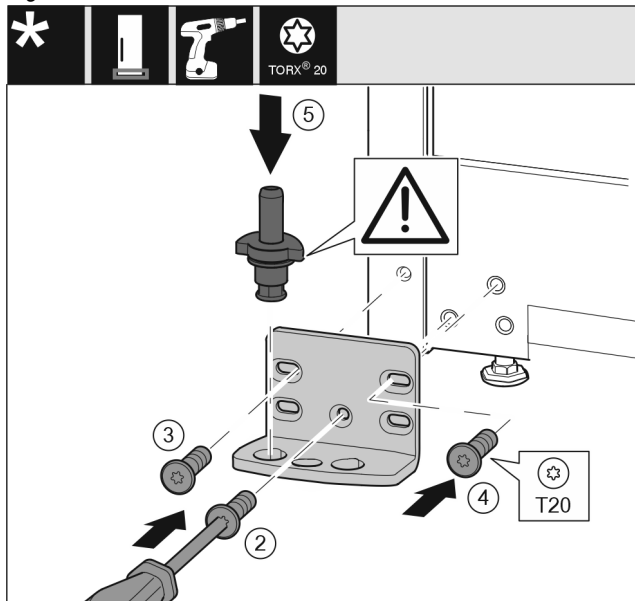

Fig. 18
- ▶ Установите опорный кронштейн с другой стороны и прикрутите с помощью отвертки T20. Начинать с винта 2 снизу в центре. *Fig. 18 (2)*
- ▶ Затяните винты 3 и 4. *Fig. 18 (3,4)*
- ▶ Установите опорный палец в сборе. При этом следите за тем, чтобы выступ фиксатора был направлен назад. *Fig. 18 (5)*